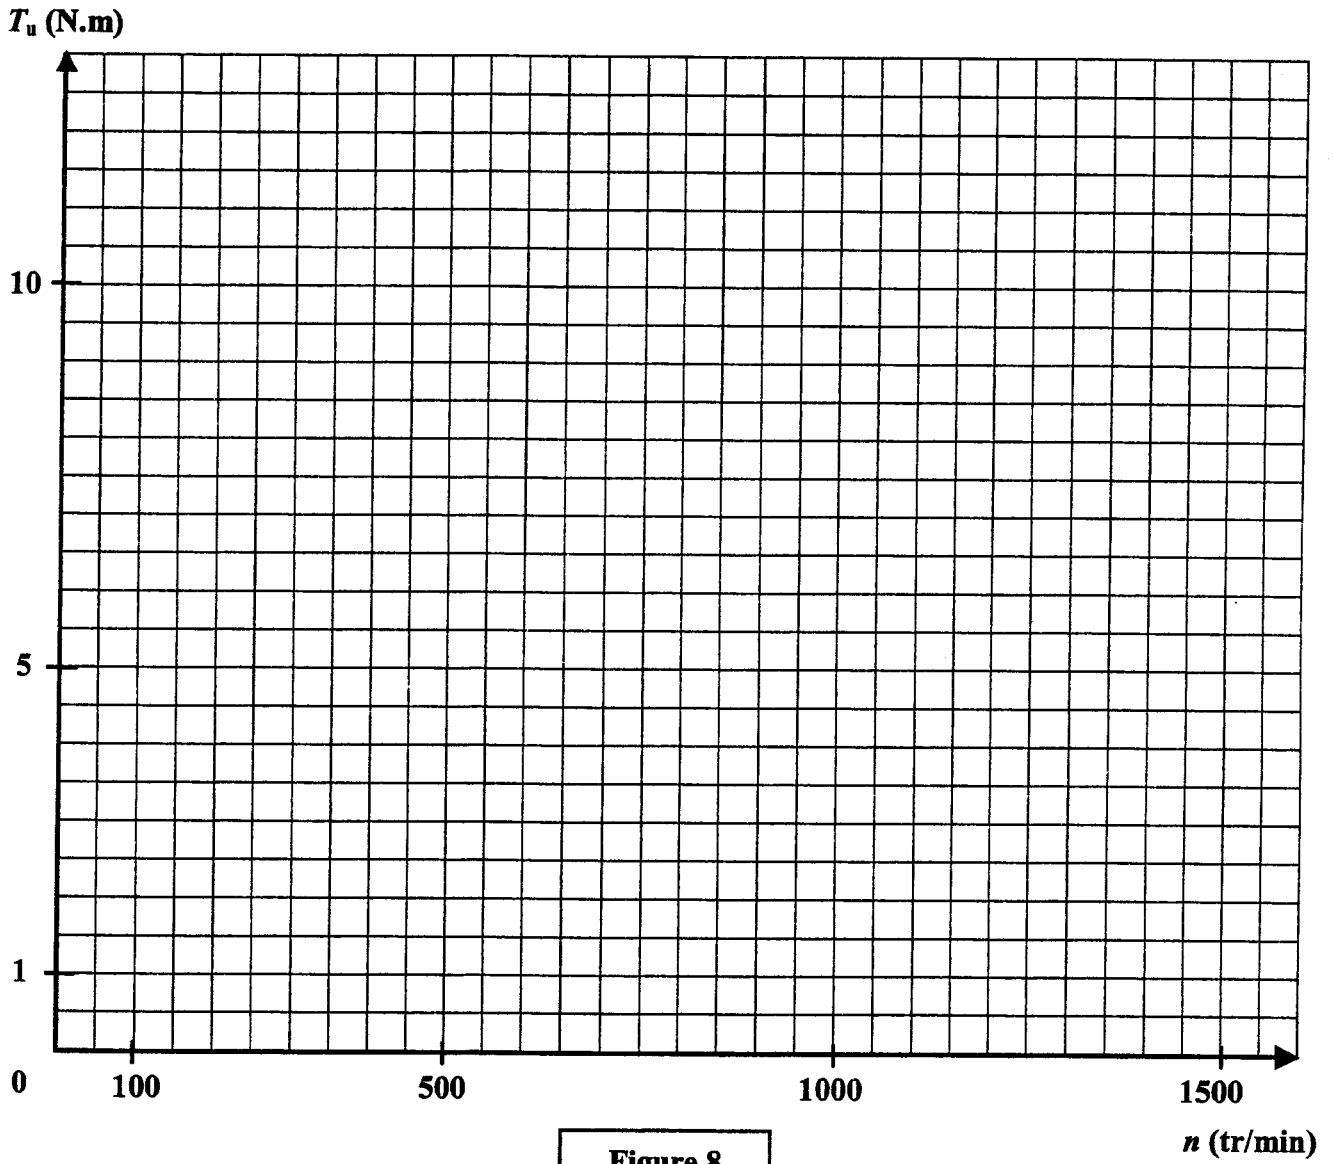

Figure 8
3. Pour  $f = 50$  Hz, tracer, sur la figure 8 page 11, la partie utile de la caractéristique  $T_u(n)$ , en considérant qu'il s'agit d'un segment de droite.
4.1. Tracer la caractéristique  $T_r(n)$  sur la figure 8.
4.3. Tracer la caractéristique  $T_u(n)$ , sur la figure 8, et déterminer la fréquence de rotation du groupe moteur-charge.